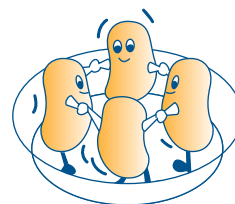

fig. 5
- 5) Indien meerdere porties van hetzelfde voedsel bereid worden, bijvoorbeeld gekookte aardappelen, deze in een ring in een vuurvaste schaal schikken om een gelijkmatige bereiding te verkrijgen (fig. 5).